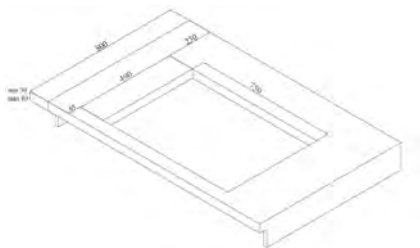

Fig. 8
- 3.** ▶ Hålet som produkten ska monteras i ska ha måtten som på ritningen: 490 x 750 mm (Fig. 8).